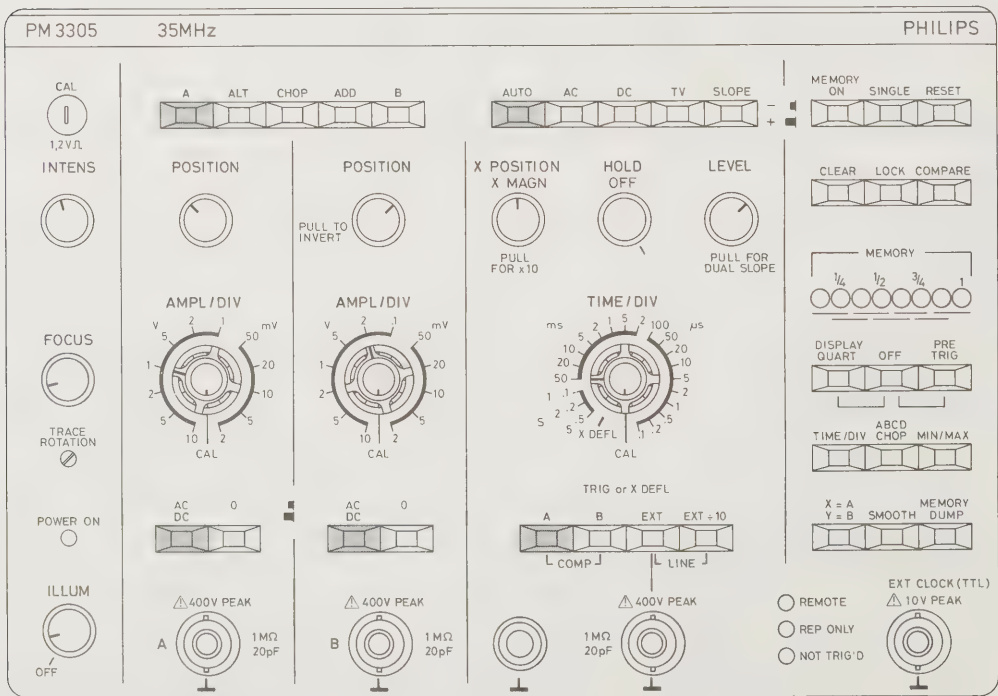

Fig. 5.1. Réglages préliminaires
- Enfoncez les touches comme illustré à la fig. 5.1. ci-dessous.